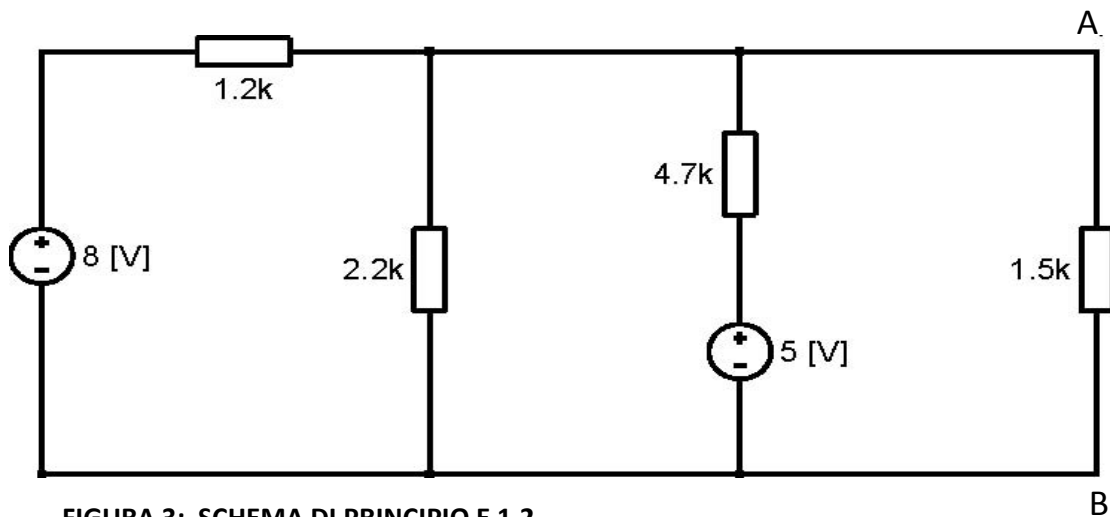

FIGURA 3: SCHEMA DI PRINCIPIO E 1.2.
Il circuito per l'esecuzione della misura è quello descritto dallo schema di principio riportato in figura 3.
- b) Con riferimento allo schema in figura 3, applicare il teorema di Thèvenin ai punti A e B. Riportare il circuito ridotto nel seguito.